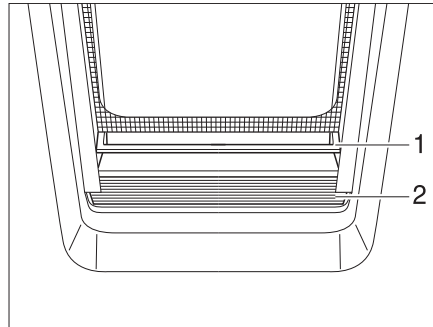

Fig. 42 Estor plegable
- Sujetar el estor plegable (Fig. 42,2) por el centro del agarradero (Fig. 42,1), tirar de abajo a arriba y soltarla a la altura deseada. El estor plegable se queda fijo a esta altura.